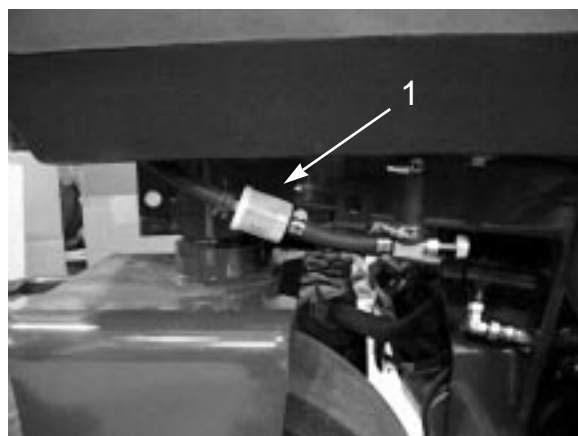

図 49
燃料フィルタはインライン・タイプで、燃料タンクとキャブレタの間に設置してあります (図49)。800時間ごと、又は燃料の流れが悪くなれば交換してください。フィルタに付いている矢印をエンジンの方に向けて装着してください。
1. 燃料バルブを閉じ、キャブレタ側にあるホースクランプ (図49) をゆるめてホースを抜く。
2. フィルタの下に容器を置き、もう一方のクランプも外してフィルタを取り出す (図49)。